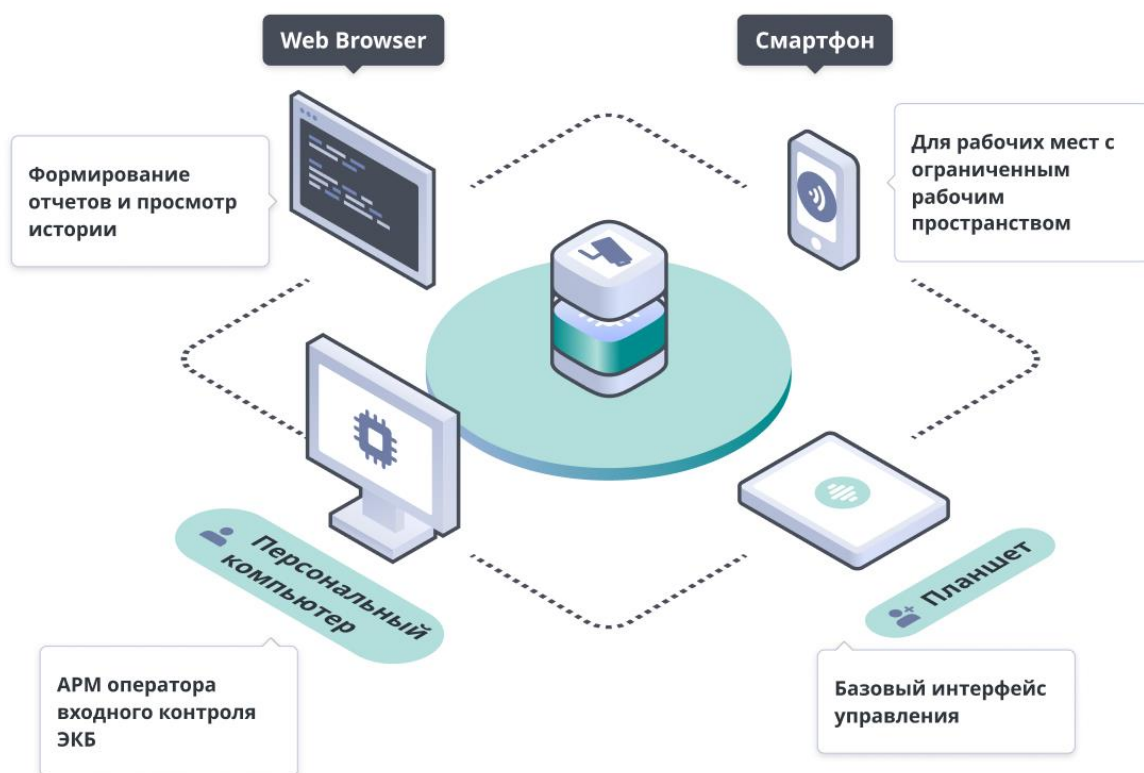

Рисунок 2 – Варианты оснастки рабочего места входного контроля
1.1.5.2 Варианты оснастки рабочего места ПАК ICVision для проведения входного контроля (см. Рисунок 2).